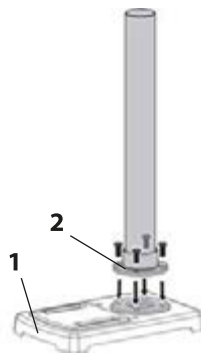
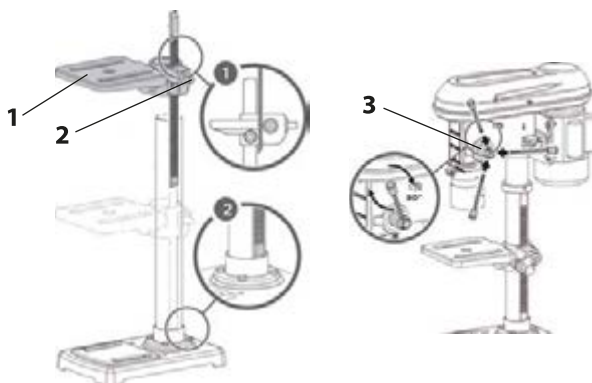

рис.2
рис.3
- установить основание станка (рис.2 поз.1) на ровную горизонтальную поверхность (верстак, рабочий стол);
- совместить четыре отверстия фланца колонны (рис.2 поз.2) с соответствующими отверстиями основания и скрепить четырьмя болтами.
Рабочий стол поставляется в сборе с хомутом (рис.3 поз.1) и болтом затяжным (рис.3 поз.2), фиксирующим рабочий стол на колонне. Надвинуть хомут со столом на колонну и зафиксировать затяжным болтом на нужной высоте. При необходимости сверления высоких заготовок, рабочий стол можно развернуть (ослабив затяжной болт) и использовать основание (рис.2 поз.1) в качестве рабочего стола.
На верхнюю часть колонны установить суппорт (рис.1 поз.13) и зафиксировать двумя винтами. В головку ворота зубчатого (рис.1 поз.12) ввернуть три рукоятки с набалдашниками (рис.3 поз.3).